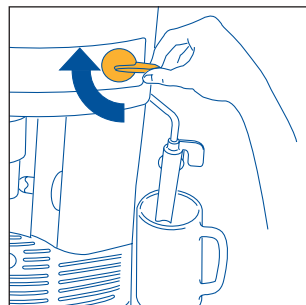

Fig.6
4. Transcurridos algunos segundos, del emulsionador saldrá agua. Cuando la taza se haya llenado con alrededor de 30cc gire el mando de vapor media vuelta hacia la derecha (fig.6) hasta el fondo para que no salga más agua.
- Para interrumpir la salida de agua caliente, gire el mando hacia la derecha hasta el fondo (fig. 6) y coloque el emulsionador en su posición original hacia el centro de la máquina.
- Desplace hacia afuera el emulsionador (fig. 6).
- A continuación, interrumpa la salida girando el mando en el sentido de las agujas del reloj hasta el tope (fig. 6).
- Una vez alcanzada la temperatura deseada, interrumpa la salida de vapor girando el mando vapor hacia la derecha hasta el fondo (fig. 6).